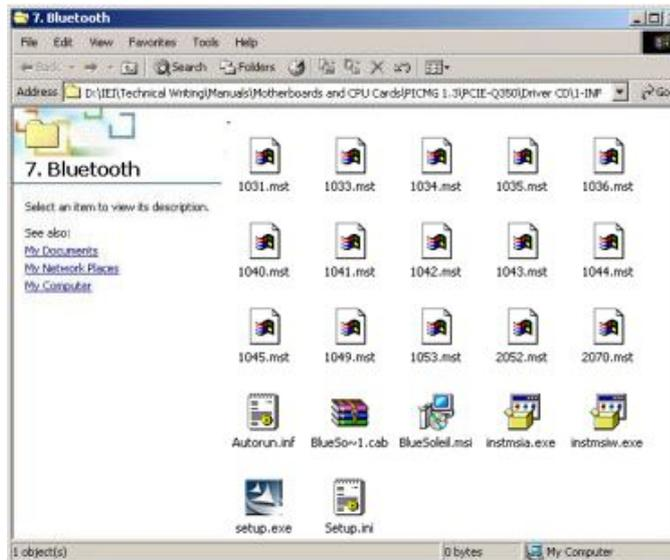

Abbildung 7-29: WPAN (IEEE 802.15.1)-Treiber Ordner
Schritt 2: Ein neues Fenster öffnet sich (**Abbildung 7-29**). Doppelklicken Sie auf die Datei **Setup.exe** zur Installation des WPAN (IEEE 802.15.1)-Treibers.